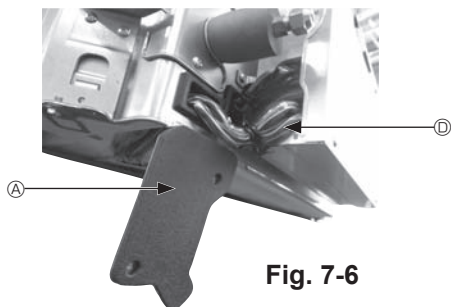

Fig. 7-6
- ① Rimuovere le due viti di fissaggio del copricavi dell'unità principale, quindi aprire il copricavi.
- ② Inserire i cavi dell'i-See sensor e del ricevitore di segnale nella scatola dei componenti elettrici facendoli passare attraverso gli ingressi dei cablaggi, come illustrato nello schema, e intorno alle boccole sul lato dell'unità principale. (Fig. 7-6) Durante l'inserimento dei cavi, aprire il morsetto che fissa il cavo di giunzione della griglia, quindi fissare il cavo di giunzione della griglia e i cavi dell'i-See sensor e del ricevitore di segnale mediante il morsetto.